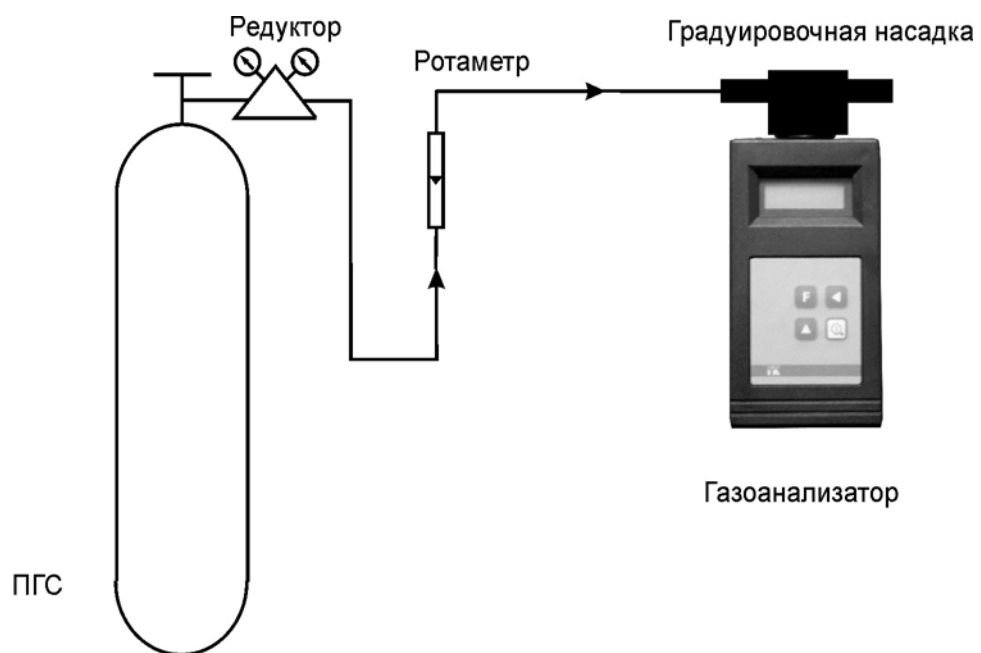

Рис.1 Схема подачи ПГС на вход газоанализатора.
- д) сборка газовой схемы согласно рис.1 Приложения 1 к настоящей методике;